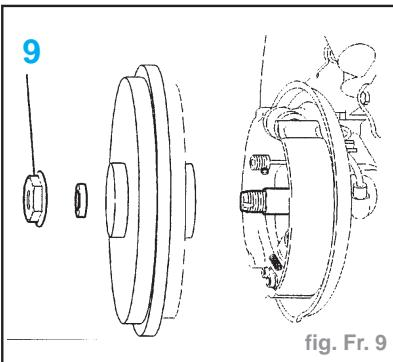

fig. Fr. 9
- Reposer le capteur (7).
- Conditions de serrage (capteur (7)) :
- l'écrou (9) (fig. Fr. 9)
- Serrer l'écrou (9) à **20 daN.m.**
- Freiner l'écrou (9) avec l'outil (-). **0526-J**
- Serrer l'écrou (9) à **20 daNm**.
- Freiner l'écrou (9) avec l'outil (-)0526-J.